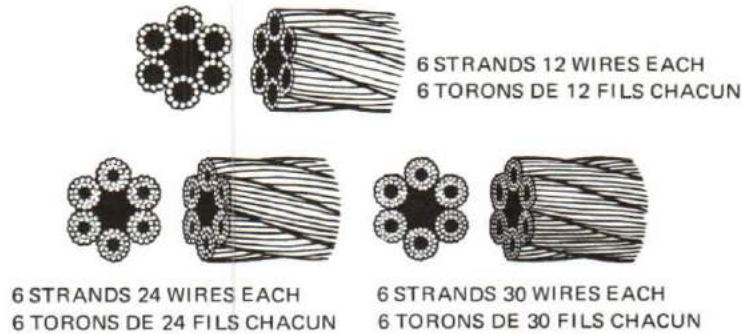

Figure 10-8
6. As a general rule wires used at sea consist of six strands. The wires forming a strand are twisted up left-handed around a jute or wire core and the strands are laid up right-handed around a hemp or jute core, see Figure 10-8. Types and abbreviation of wire ropes are:
6. En règle générale, les câbles utilisés en mer comptent six torons. Les fils d'un toron sont commis à gauche autour d'une mèche de jute ou de fils métalliques. Les torons sont commis à droite autour d'une mèche de jute ou de chanvre (voir la figure 10-8). Voici les types de câbles qu'on utilise et les abréviations anglaises correspondantes: